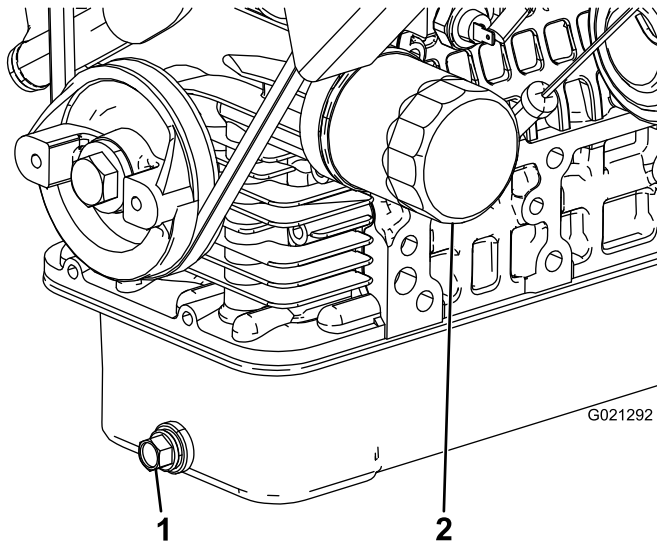

Figure 42
2. Retirez le bouchon de vidange et laissez couler l'huile dans un bac de vidange (Figure 42). Remettez le bouchon quand la vidange est terminée.
3. Déposez le filtre à huile (Figure 42).